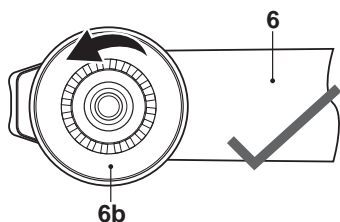

Fig.3
- > Le disque de tension [6b] doit être positionné complètement à droite; si nécessaire, tournez-le dans le sens inverse des aiguilles d'une montre (Fig.3,4).